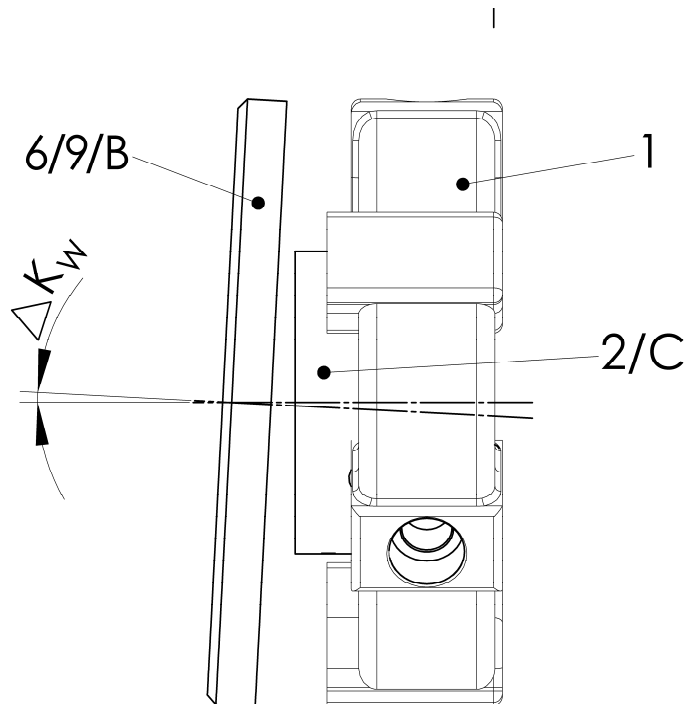

Abbildung 5-3 Winkeliger Ausrichtversatz
- Winkeligen Ausrichtversatz ermitteln (siehe Abbildung 5-3).